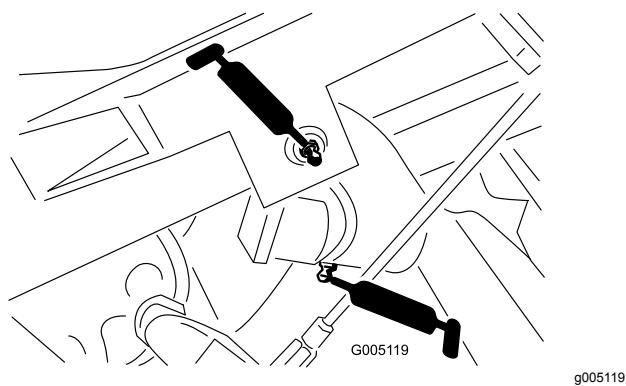

Figura 38
- Perno del braccio di sollevamento (3) e cerniera di articolazione (3) (Figura 38)